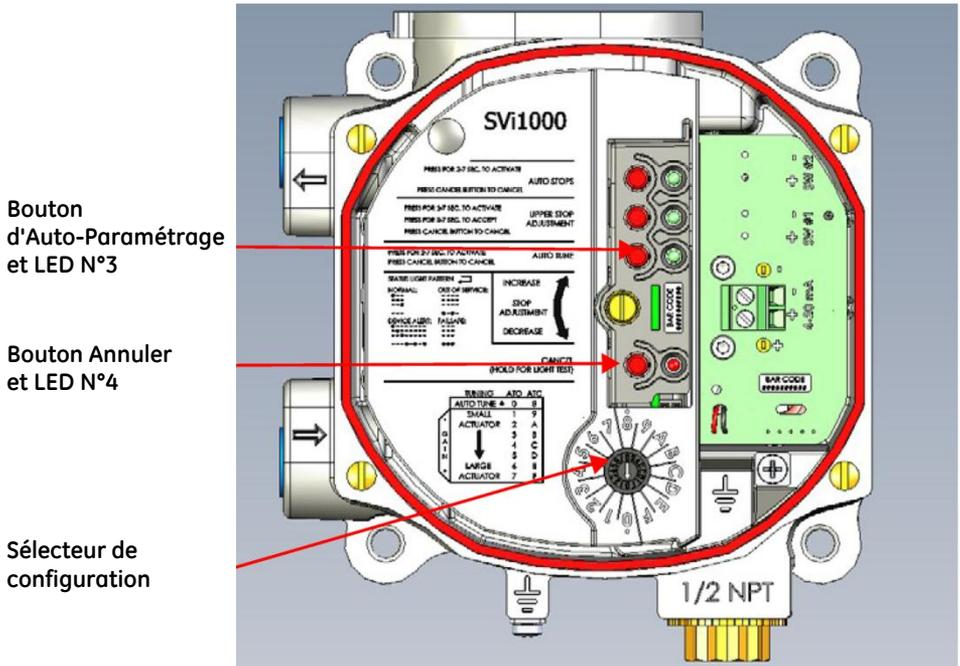

Figure 20 Sélecteur de configuration
1. Régler le *sélecteur de configuration* en position auto- paramétrage (Figure 20) :